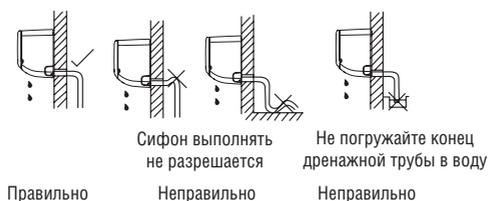

Рис. 6
1. Присоедините дренажную трубу так, как показано на рис. 6. Она должна иметь уклон вниз.